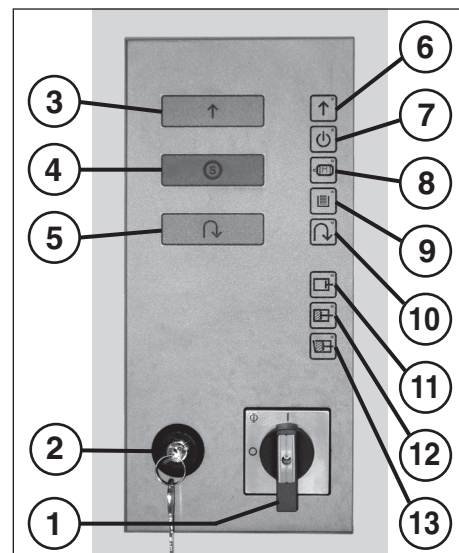

Fig. 6
2. Desbloquear o interruptor de bloqueio (2), e accionar o botão de pressão "Marcha de avanço do mecanismo de corte" (3) (fig. 6).
UTILIZAÇÃO DA TRITURADORA (fig. 6):
ELEMENTOS DE MANEJO (fig. 6, 7 e 8):
(emergência-desligação) (fig. 6)
2 = Interruptor de bloqueio (fig. 6)
"Marcha de avanço do mecanismo de corte" (fig. 6)
"Paragem do mecanismo de corte" (fig. 6)
"Retrocesso do mecanismo de corte" (fig. 6)
"Pronto para entrar em serviço" (fig. 6)
"Avaria do motor" (fig. 6)
"Retenção na saída" (fig. 6)
"Punção atrás" (fig. 6)